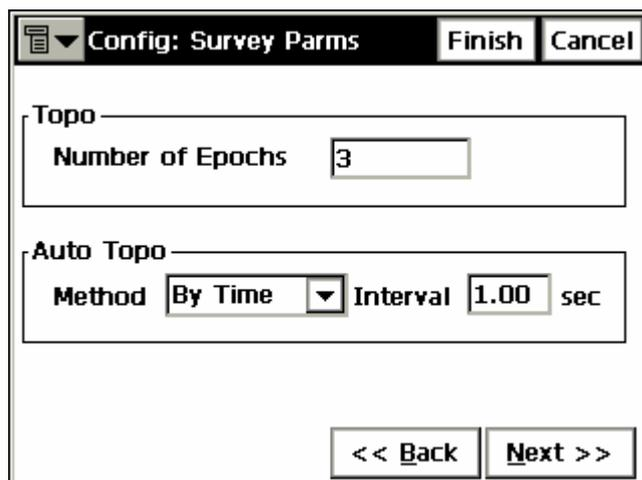

Рисунок 3-39. Настройка: Параметры съемки (PP Kinematic и PP DGPS)
6. В окне **Config: Survey Params (Параметры съемки)** задайте *Interval (Интервал)* в *Auto Tоро (Точки траектории)* так, чтобы частота записи в приемнике была кратна частоте измерений (рис. 3-39).